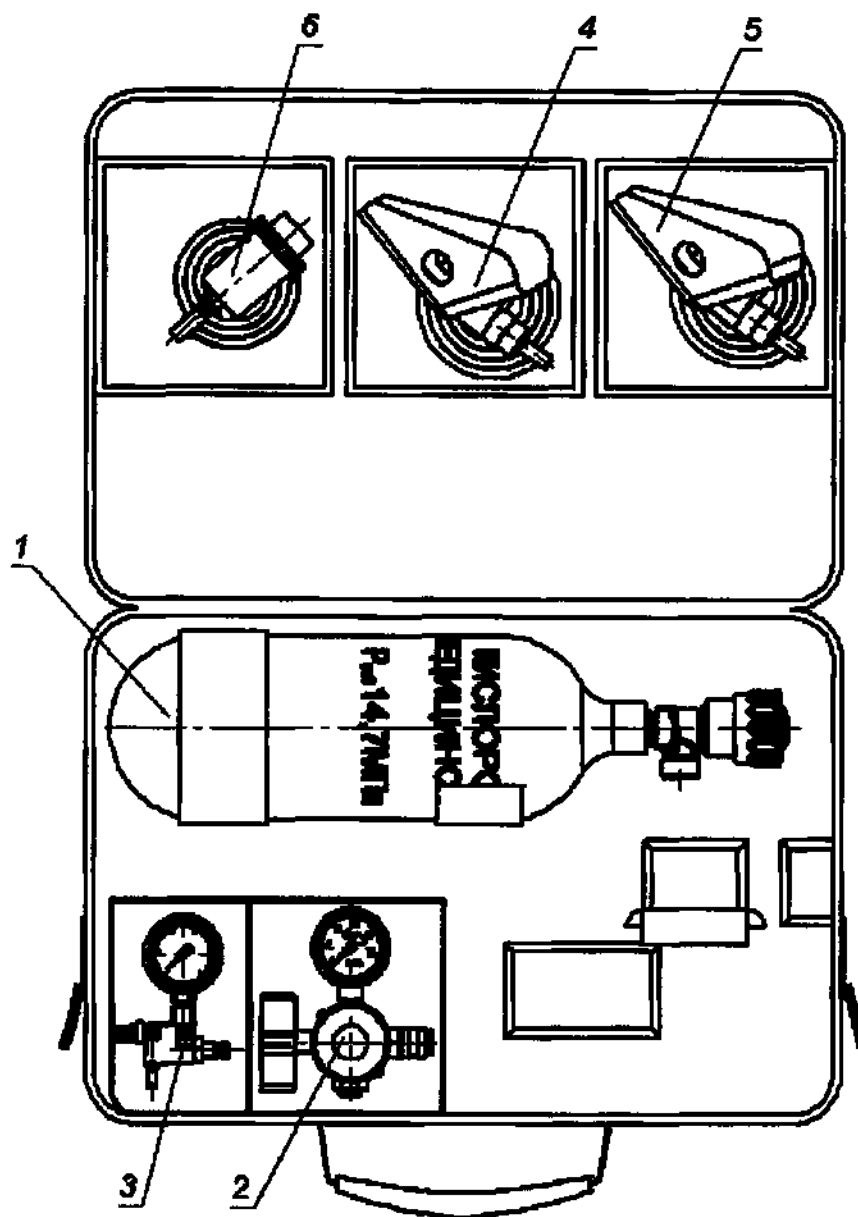

Рисунок 1 – Ингалятор кислородный КИ-Р7 в упаковке
1.4.1 Ингалятор кислородный КИ-Р7 состоит из следующих основных узлов (рисунок 1):
- баллона с вентилем (1);
- кислородного редуктора (2);
- регулятора подачи (3);
- лицевой маски АЗ-105 для кислородно-аэрозольной терапии (4);
- лицевой маски АЗ-115 для кислородно-аэрозольной терапии (5);
- аэрозольного ингалятора (6).
1.4.5 Маски 4 и 5 (рисунок 1) обеспечивают поступление кислорода к дыхательным путям пациента.
1.4.6 Аэрозольный ингалятор 6 (рисунок 1) служит для проведения ингаляции жидкими лекарственными средствами, а также при необходимости для увлажнения кислорода при проведении кислородной терапии.